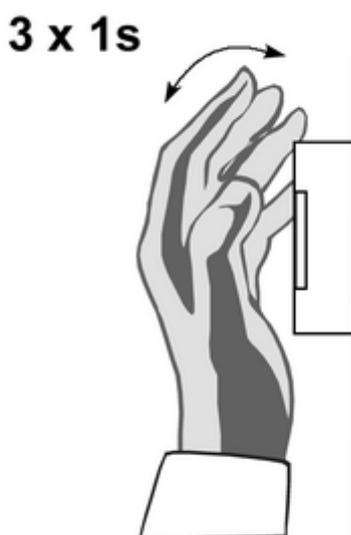

Bild 5: Teach-Funktion aktivieren
- Teach-Funktion aktivieren: Den Bewegungsmelder innerhalb von 9 Sekunden dreimal vollständig abdecken (Bild 5).